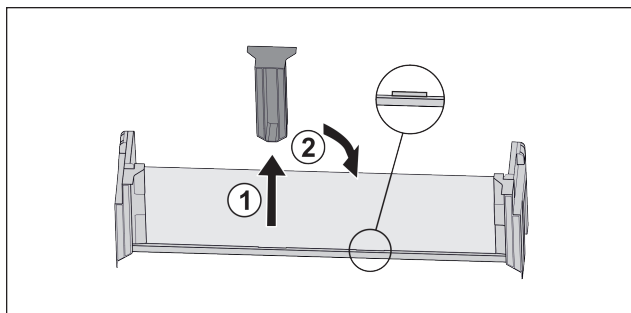

Fig. 17
- Mittleres Halteteil abziehen Fig. 17 (1).
- Mittleres Halteteil auf zweiter Position einsetzen Fig. 17 (2).